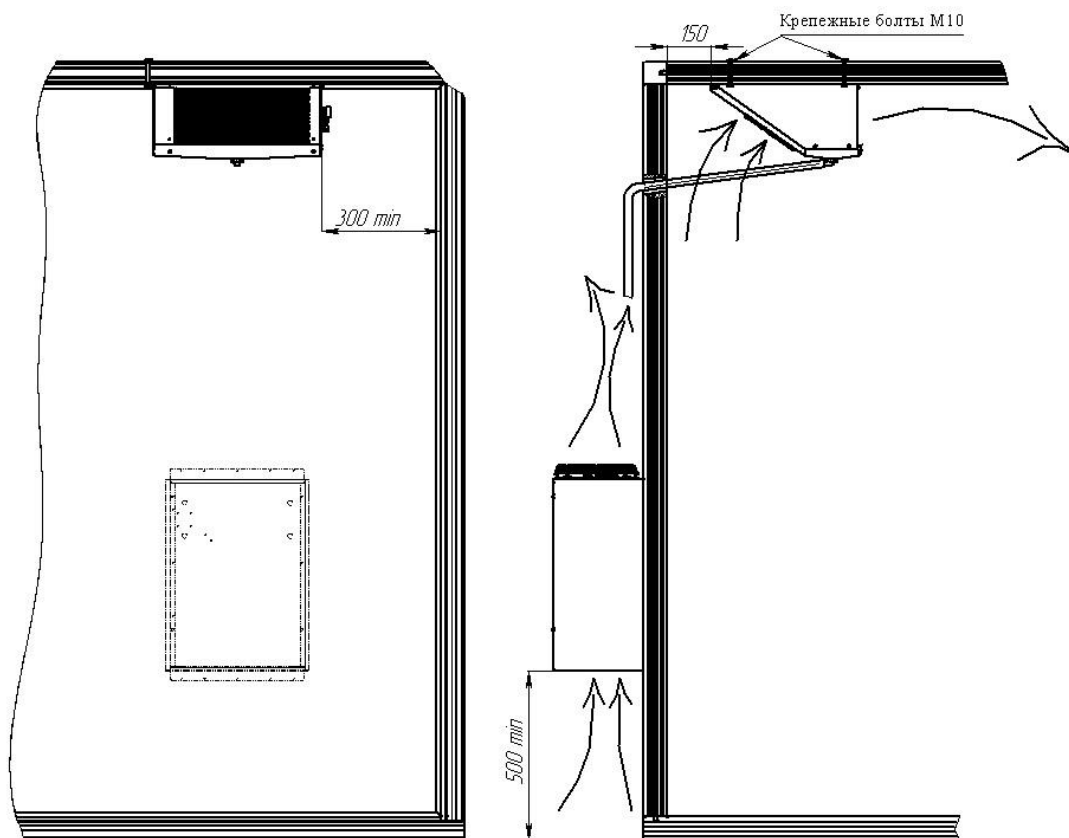

Рис.6 Схема установки сплит-систем
- просверлить отверстия в верхней (потолочной) панели камеры согласно посадочных мест крепления воздухоохладителя, так чтобы воздухоохладитель находился на расстоянии не менее 150 мм от внутренней стенки камеры (см.Рис.6);
- подсоединить питающий кабель (трехжильный с заземляющим проводом для однофазных сплит-систем и пятижильный с заземляющим проводом для трехфазных сплит-систем) к электрощитку с автоматическим выключателем в соответствии с маркировкой проводов, фазные провода (L1, L2, L3) – на контакты автоматического выключателя, синий нейтральный провод (N) к нейтральному зажиму проводки, желто-зеленый провод заземления (PE) к болту заземления, соединенному с контуром заземления.
Схема установки сплит-систем изображена на рис.6.